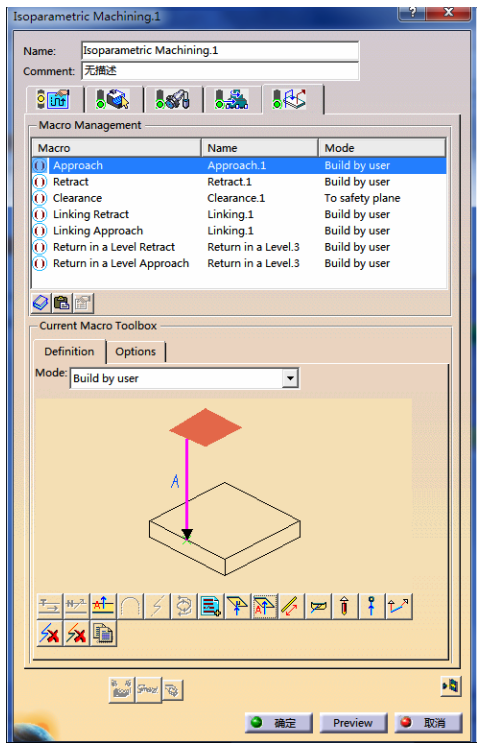

图 7-127 设置“Approach”参数（5）
● 在“Macro Management”区域中的列表框中选择“Approach”，单击鼠标右键，在弹出的快捷菜单中选择 Activate 命令，在“mode”下拉列表中选择“Build by user”，依次单击按钮和按钮，设置“Approach”参数 (5) 如图 7-127 所示。